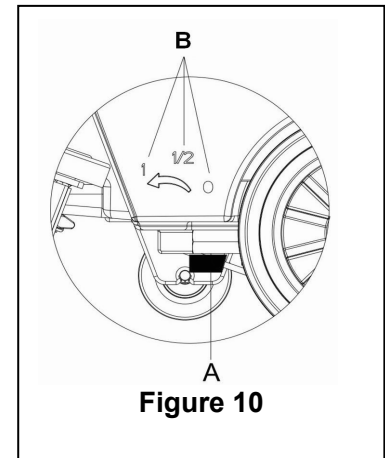

Figure 10
Le réglage du robinet d'eau (A, Figure 10) doit être effectuée si l'interrupteur d'alimentation (41) est en position "O".
- Le réglage du débit d'eau peut être effectué grâce au robinet (A, Figure 10) en fonction de la nature des sols à laver (dépendant de l'état de salissures et de la porosité des sols).
2. Maintenez l'interrupteur de sécurité (1) (selon la manière indiquée dans la Figure 10), appuyez pour déplacer la machine et commencez le travail de nettoyage.